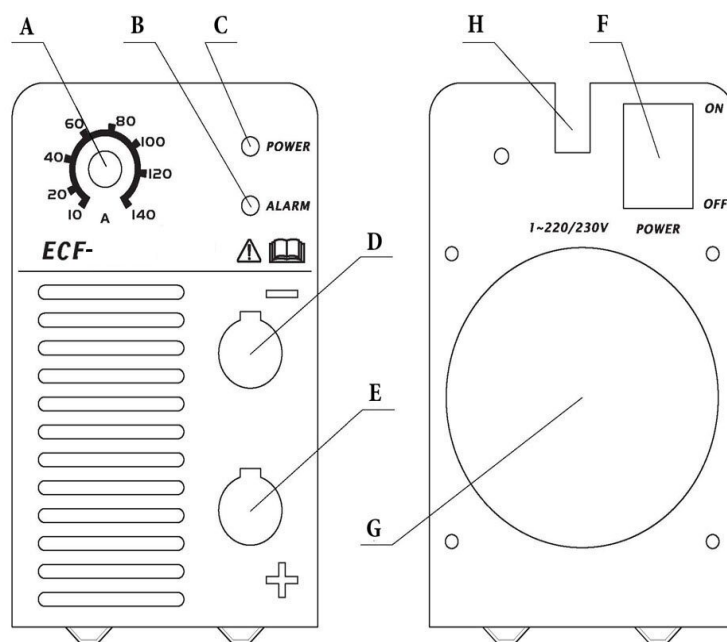

Fig. 1
Si elles se déclenchent (allumage du voyant jaune (B fig. 1), il faut attendre quelques minutes pour obtenir le rétablissement de l'appareil.
- S'assurer que l'interrupteur F (fig. 1) soit sur la position OFF ou que la fiche du câble d'alimentation ne soit pas insérée dans la prise de courant; relier ensuite les câbles de soudage en respectant la polarité demandée par le constructeur d'électrodes que vous utiliserez.
- Mettre l'appareil sous tension à l'aide de l'interrupteur F (fig. 1).
- Relier le connecteur du câble de masse au pôle positif (+) E (fig. 1) du poste à souder et la borne à la pièce, le plus près possible de la soudure, en contrôlant qu'il y ait un bon contact électrique.
- Relier le connecteur de la torche TIG au pôle négatif (-) D (fig. 1) du poste à souder.